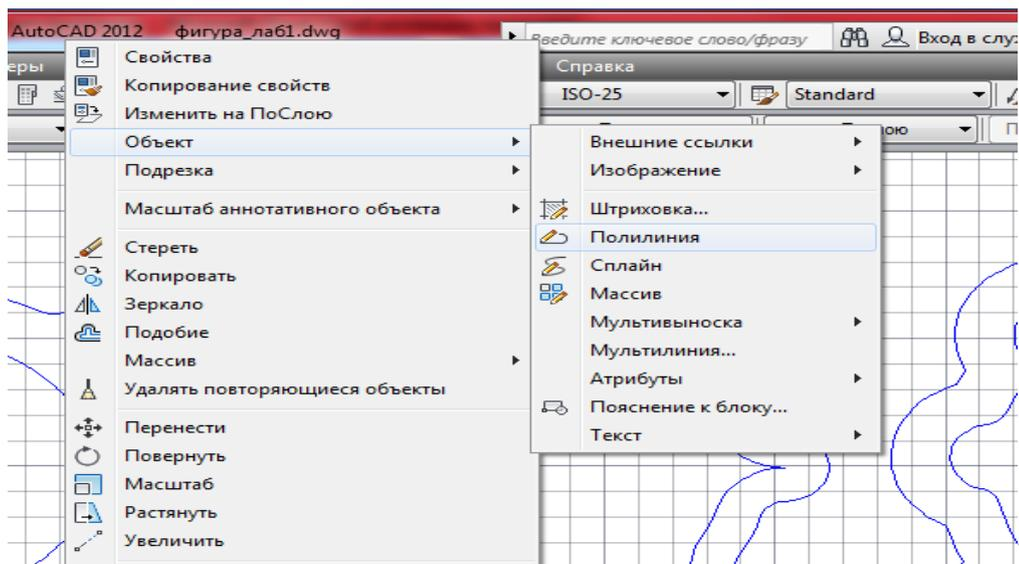

Рис.14. Объединение в единый объект
11. Для удобства работы все сегменты наружного контура детали надо объединить в единый объект – полилинию (Рис.14).